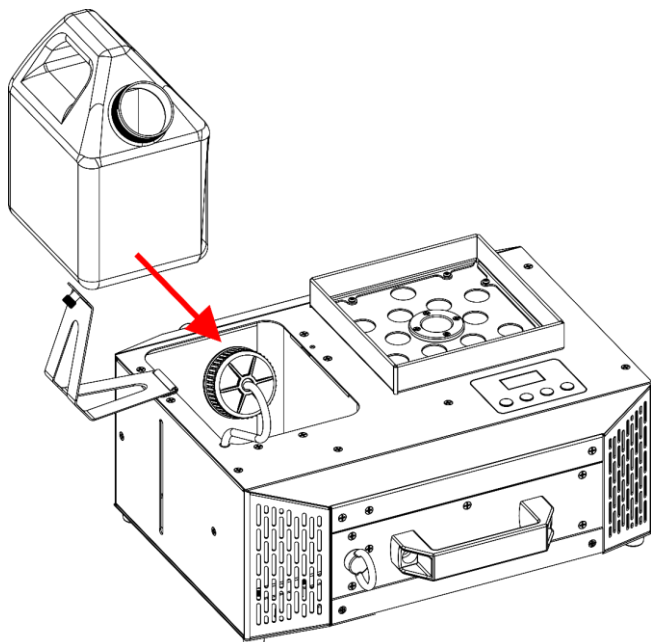

Fig. 44
- 09) Remplacez le **réservoir de liquide (02)** dans l'appareil, comme indiqué sur la Fig. 44.